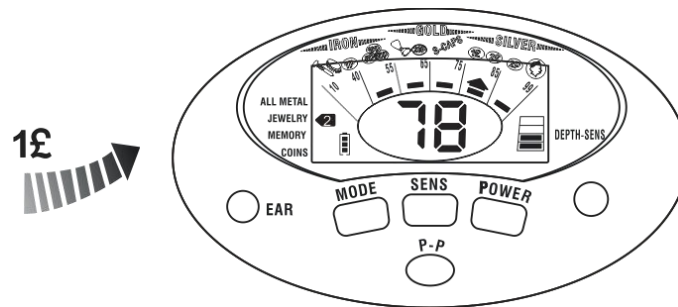

Fig.11
D) Le détecteur répondra de la même façon que le mode ALL METAL si vous balayez d'autres types d'échantillons (voir Fig.11, il faut 1 £ par exemple)